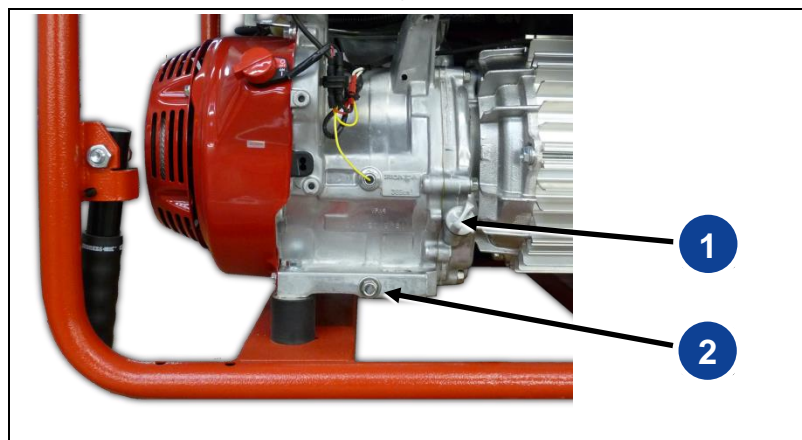

Abb. 6-1: Ölmesstab und Ölablassschraube
1. Drehen Sie den grauen Ölmesstab (*Abb. 6-1-(1)*) heraus.
2. Den Ölmesstab (*Abb. 6-1-(1)*) mit einem sauberen Tuch abwischen.
3. Ölmesstab (*Abb. 6-1-(1)*) wieder einführen und wieder herausziehen. Der am Messstab erkennbare Ölstand muss in dem Bereich liegen, der in der Wartungs- und Betriebsanleitung des Motorenherstellers angegeben ist. Andernfalls durch Auffüllen oder Ablassen von Motoröl korrigieren!
2. Behälter zum Auffangen des Öles unter der Ölablassschraube (*Abb. 6-1-(2)*) in Position bringen.
3. Ölablassschraube (*Abb. 6-1-(2)*) herausschrauben und Öl komplett ablaufen lassen.
5. Ölablassschraube (*Abb. 6-1-(2)*) wieder eindrehen.